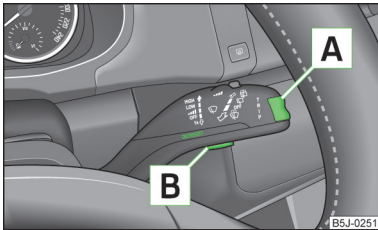

Abb. 24
- » Das Hauptmenü (**HAUPTMENÜ**) wird durch langes Drücken der Wipptaste **A** » Abb. 24 aktiviert.
- Wenn im Display Warnmeldungen angezeigt sind, müssen diese Meldungen durch kurzes Drücken der Taste **B** » Abb. 24 bestätigt werden, um das Hauptmenü aufzurufen.
- Wenn im MAXI DOT-Display Warnmeldungen angezeigt sind, müssen diese Meldungen mit der Taste **B** » Abb. 24 auf Seite 36 bestätigt werden, um das Hauptmenü aufzurufen.